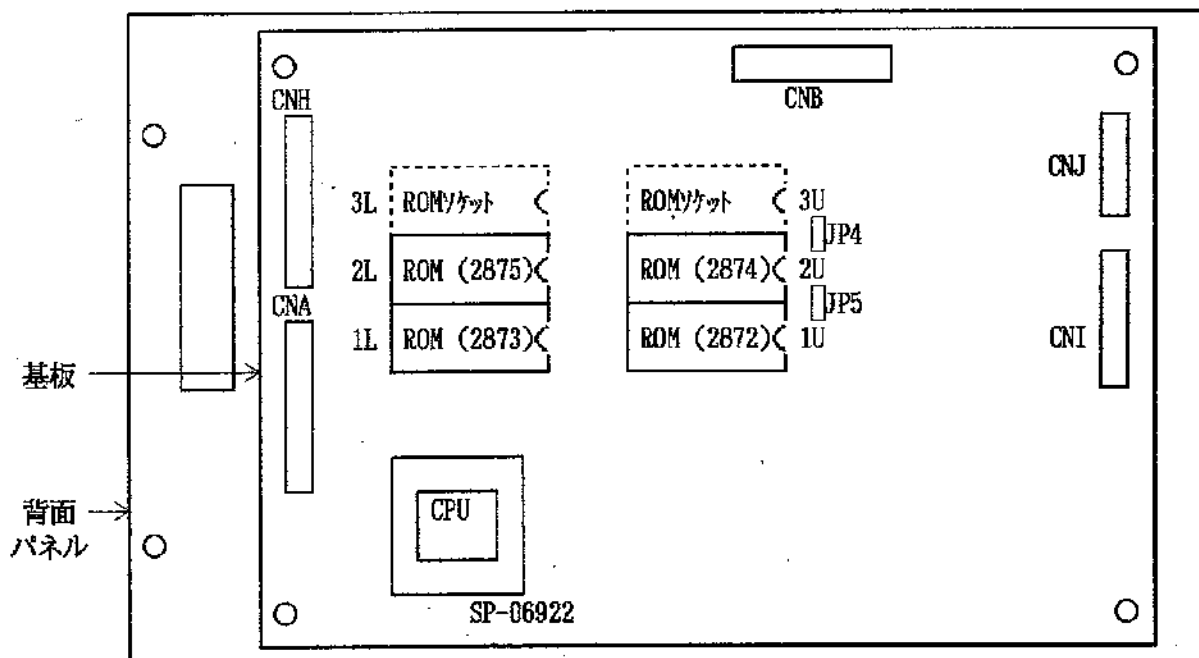

図4-3 ROM配置図 (B) (基板番号SP-06922の場合)
- ROMソケットが6個タイプの基板 (SP-06922) の場合、ROM配置については図4-3のROM配置図 (B)に従って下さい。